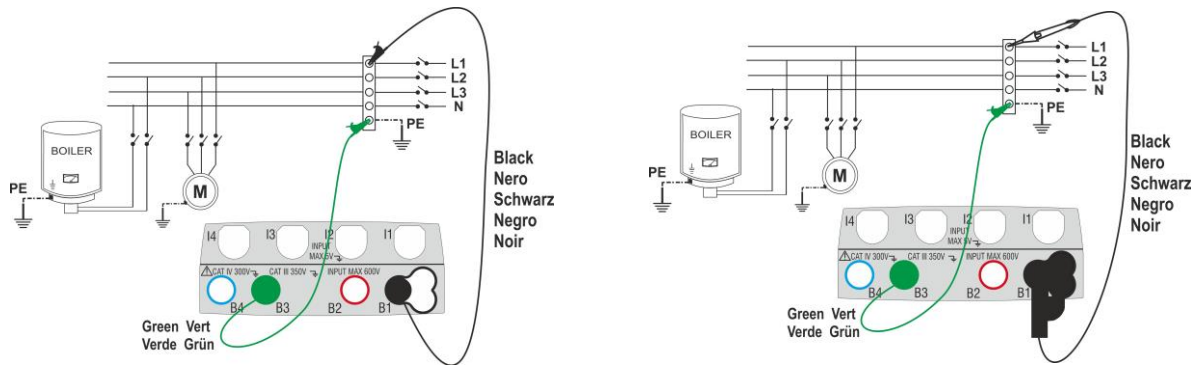

Fig. 8: Verificação do isolamento através de cabos individuais e ponteira remota
6. Conectar os crocodilos e/ou as ponteiros e/ou a ponteira remota às extremidades dos condutores em exame de acordo com as Fig. 8 e Fig. 9.